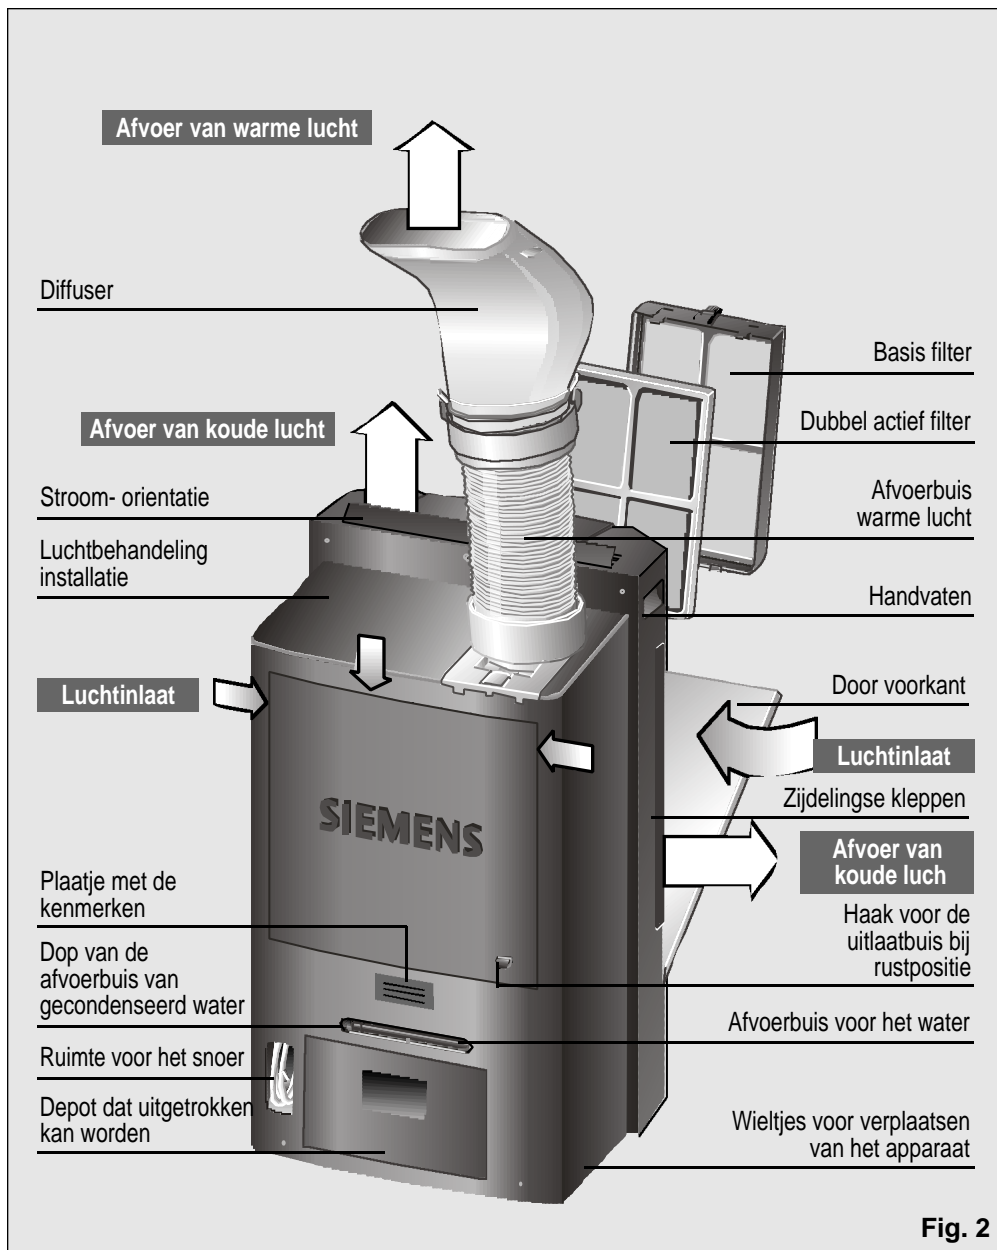

Fig. 2
Para tal, quando comunique a avaria, indique o modelo (**E-NR**) e o n.º de fabrico (**FD**) do seu aparelho, que poderá consultar na placa de características, **Fig. 2**.
- Het snoer dat op het net aangesloten wordt beschikt over een opbergplaats aan de achterkant van het apparaat. Zie Fig. 2.